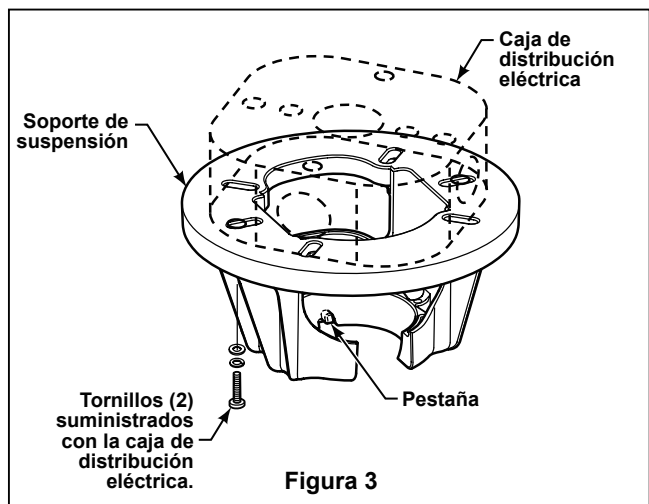
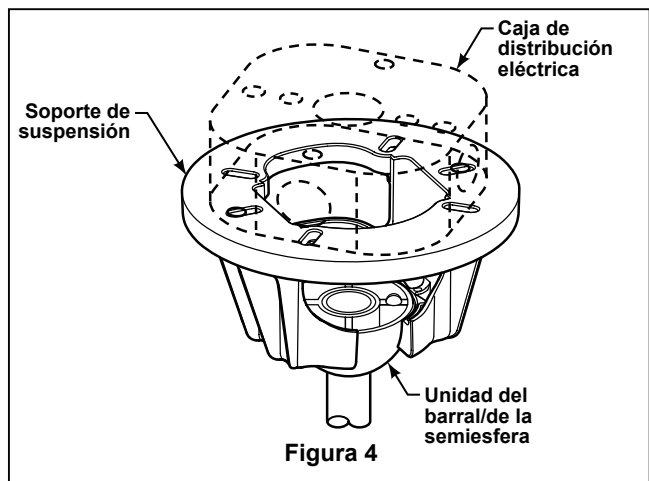

Figura 3
Figura 4
1. Fije bien el soporte de suspensión a la caja de distribución con los tornillos y las arandelas suministrados con la misma (Figura 3).
**NOTA:** Se deben pasar los tornillos de la caja de distribución eléctrica a través de los orificios que se encuentran en el soporte de suspensión (Figura 3).
3. Con cuidado, levante el ventilador y apoye la unidad del barral/de la semiesfera en el soporte de suspensión que acaba de fijar a la caja de distribución eléctrica (Figura 4). Asegúrese de que la ranura en la semiesfera esté alineada con el reborde del soporte de suspensión (Figura 3).
2. Conecte los cables verdes desde el soporte colgante y la bola colgante en el cable desnudo (toma de tierra) utilizando el conector de cables suministrado. Conecte el cable negro desde la unidad del receptor marcado "AC IN L" al cable negro de suministro de electricidad utilizando el conector de cables suministrado. Conecte el cable blanco desde la unidad del receptor marcado "AC IN N" al cable blanco de suministro de electricidad utilizando el conector de cables suministrado. Conecte el cable blanco desde la unidad del receptor marcado "TO MOTOR N" al cable blanco del ventilador utilizando el conector de cables suministrado con el receptor. Conecte el cable blanco desde la unidad del receptor marcado "TO MOTOR L" al cable blanco del ventilador utilizando el conector de cables suministrado con el receptor. Por último, conecte el cable azul del receptor al cable azul de la luz del ventilador utilizando el conector de cables suministrado. Coloque todos los cables conectados y la antena del receptor para permitir la instalación de la cubierta del techo. (Figura 3)
3. Una vez haya hecho las conexiones, coloque los cables hacia arriba y empújelos cuidadosamente hacia dentro de la caja de la toma de corriente, poniendo los cables blancos y verdes a un lado de la caja y los negros hacia el otro lado. Los cables deben ser colocados de forma extendida poniendo el conductor de la toma de tierra y el conductor de toma de tierra del equipo a un lado de la caja, colocando el conductor sin toma de tierra en el otro lado de la caja. (Figura 4)